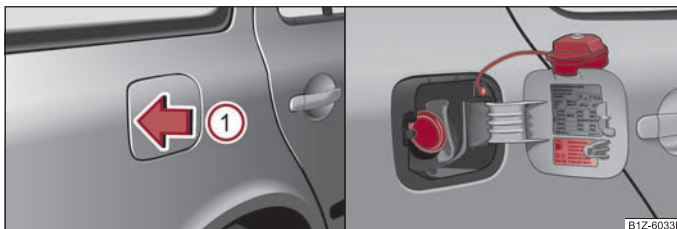

Fig. 11 Parte trasera del vehículo, lado derecho: Abrir la tapa del depósito/tapa del depósito con el tapón desenroscado
- Para abrir la tapa del depósito, presiónela en el sentido de la flecha (1) ⇒ fig. 11.
- Desenroscar hacia la izquierda el tapón de cierre del depósito y colocarlo por arriba en la tapa del depósito ⇒ fig. 11 - lado derecho.